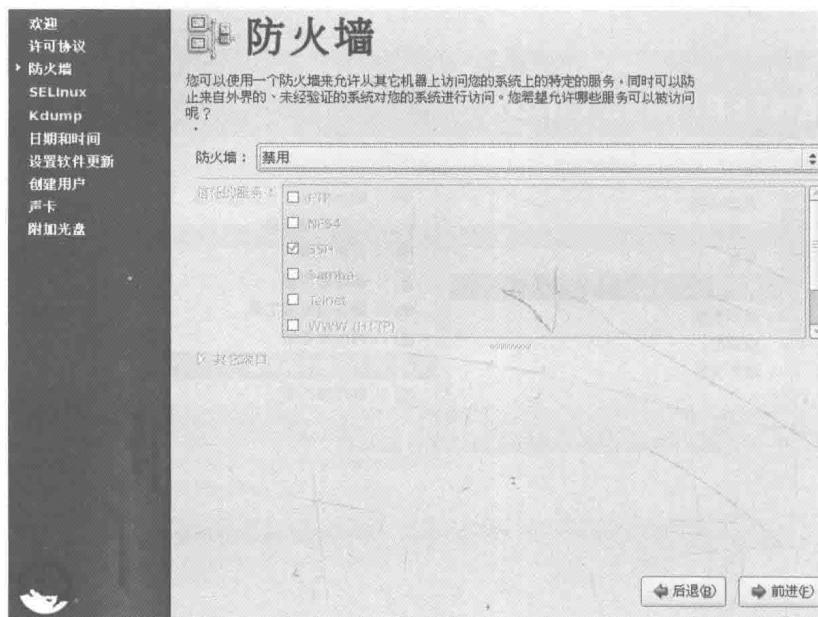

图 4-32 防火墙设置界面
(23) 安装完毕，重新引导后禁用防火墙，如图 4-32 所示。